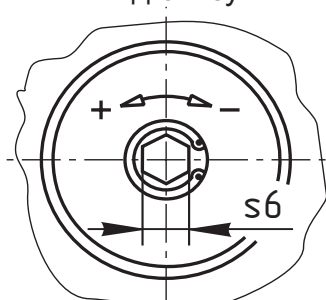

Рис. 7
4.4.4 При необходимости регулирования количества пропускаемого газа, используйте винт в нижней крышке (только для клапанов ВН...КЕ фл.). Поворачивая винт в сторону знака « - » можно уменьшить количество пропускаемого через клапан газа (рис. 7).